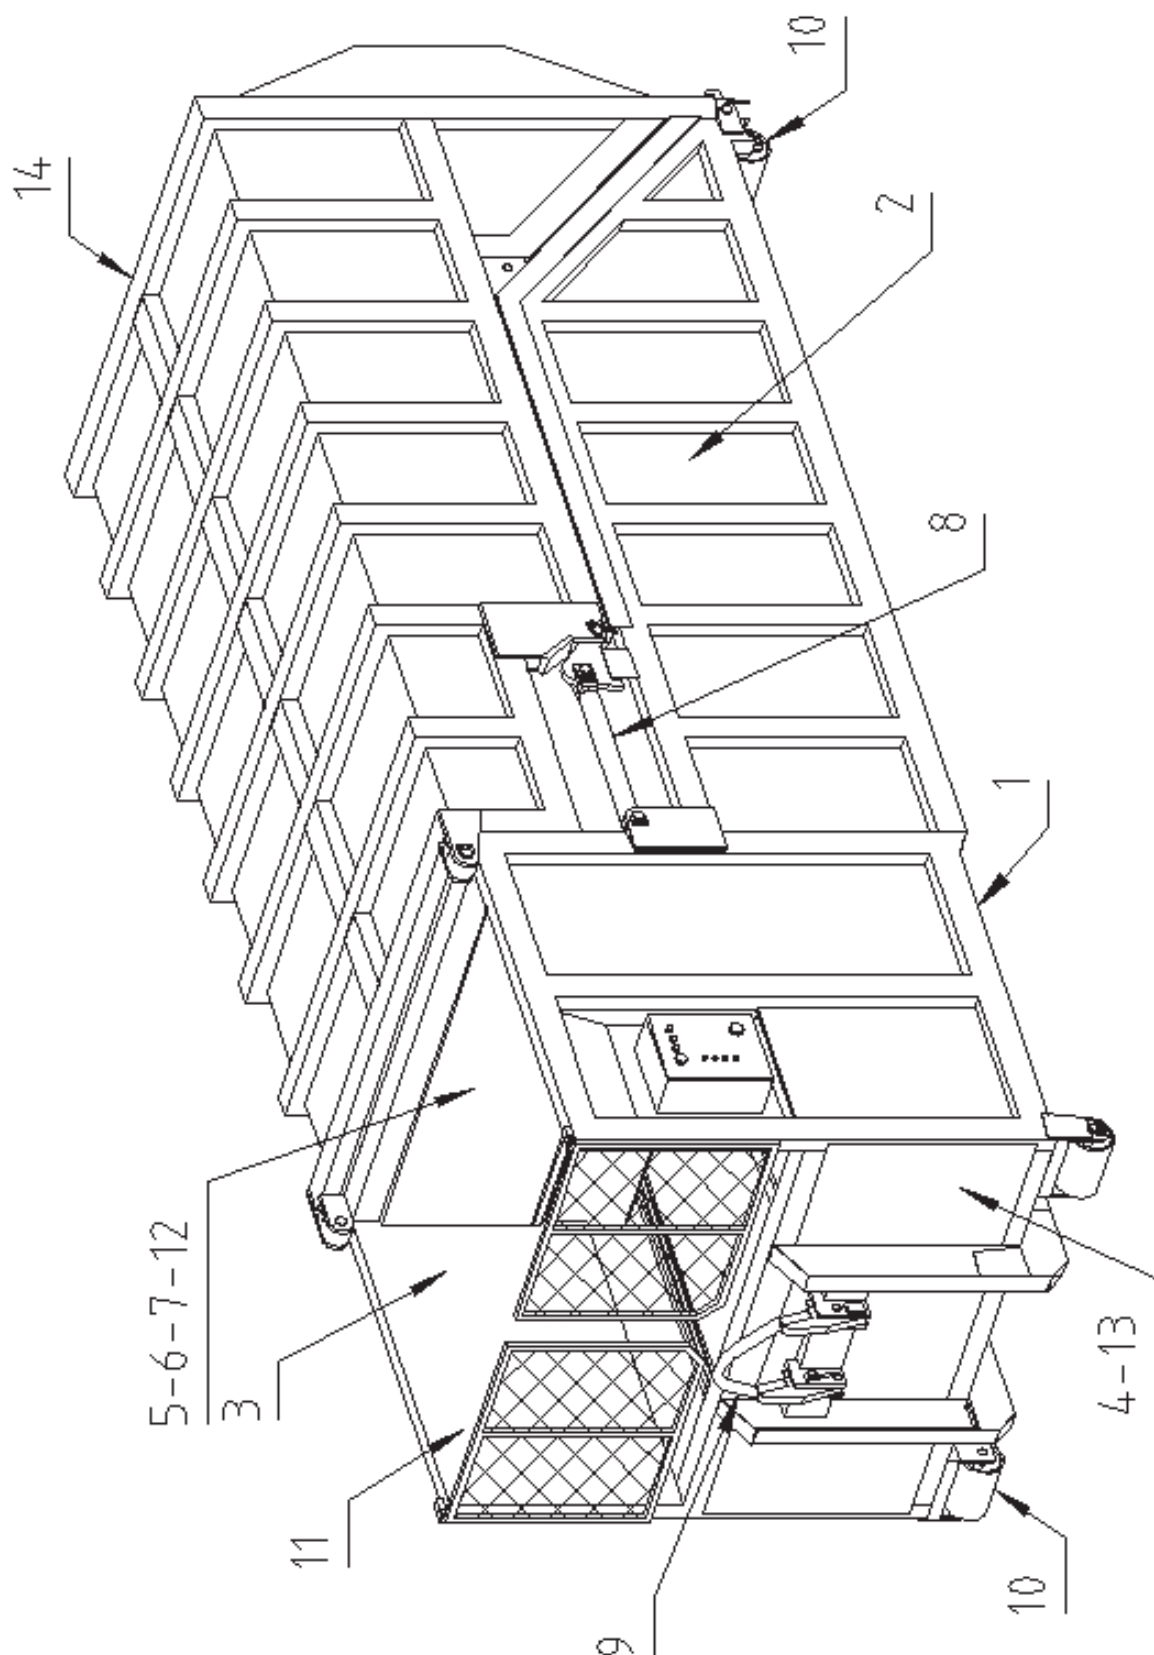

Figura 3
- dispositivo ad azionamento idraulico per lo svuotamento del cassone (figura 3)